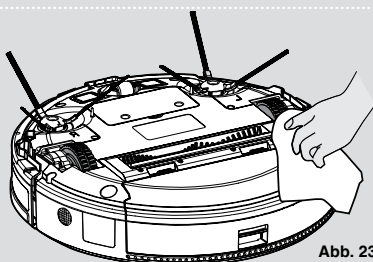

Abb. 23
3. Reinigen Sie die Räder mit einem trockenen Tuch. **[Abb. 23]**